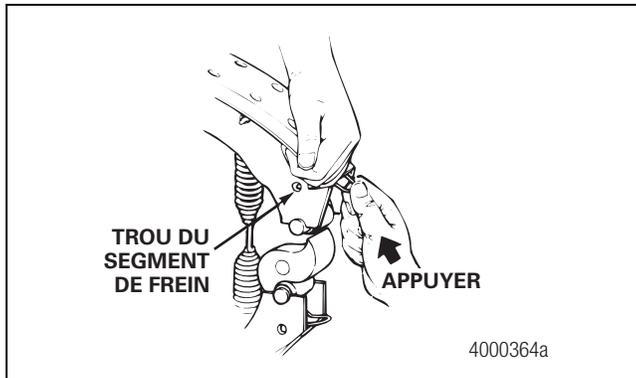

Figure 5.27
5. Enfoncer l'agrafe de retenue de galet de segment de frein dans ce dernier jusqu'à ce que les pattes se verrouillent dans les trous du segment de frein. Figure 5.27.